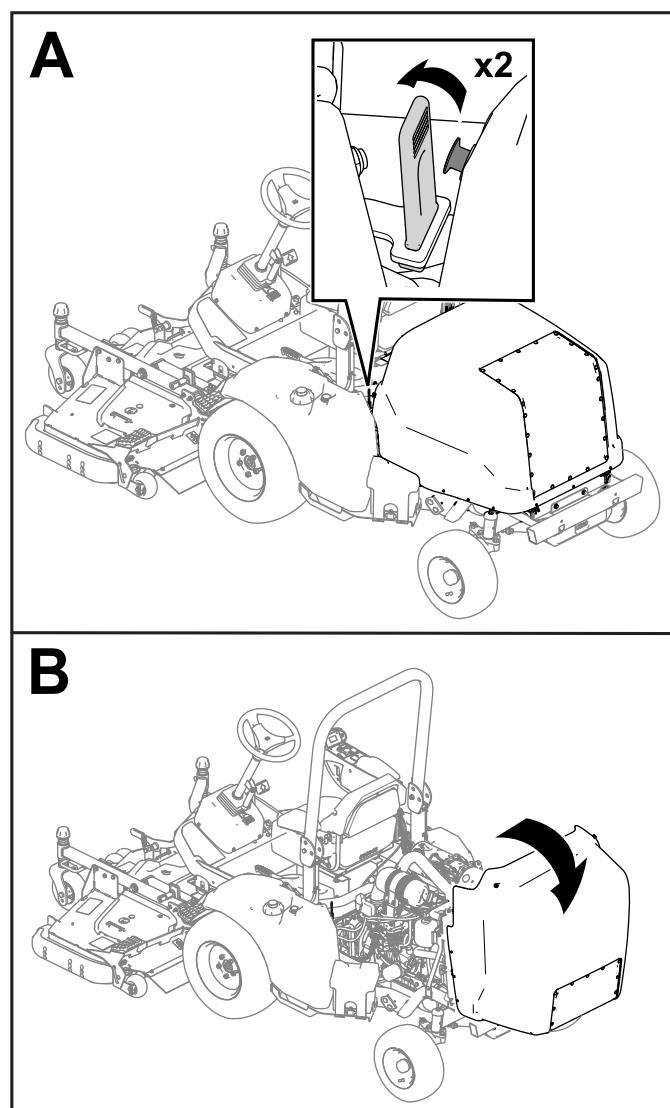

図 42
1. 機体両側でストラップを外す 図 42。
2. フードを上げる 図 42。